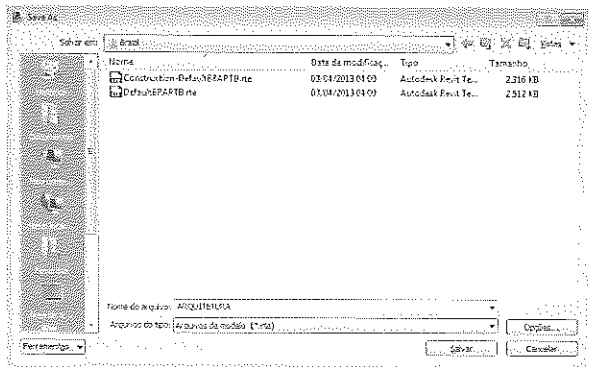

Figura 4.3 – Criação do modelo/template ARQUITETURA.
6. Dê um nome ao modelo e verifique se o tipo de arquivo está marcado como RTE. Procure gravar na pasta *C:\ProgramData\Autodesk\RAC2015\Templates\Brazil* junto com os outros modelos/templates já instalados, Figura 4.3.